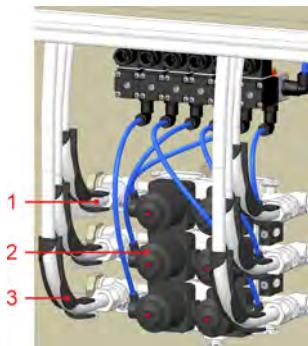

Abb. 6: Membranventilverteilerblock / Maschinenuordnungen
1. Schließen Sie die Schläuche zum Anschluss der Waschschräudemaschinen, wie in Abb. 6 gezeigt, an die Verschraubungen (Abb. 6, Pos. 1) des Ventilblocks (Abb. 6, Pos. 2) an.
2. Führen Sie die Schläuche über die Winkelführung (Abb. 6, Pos. 3) nach draußen.